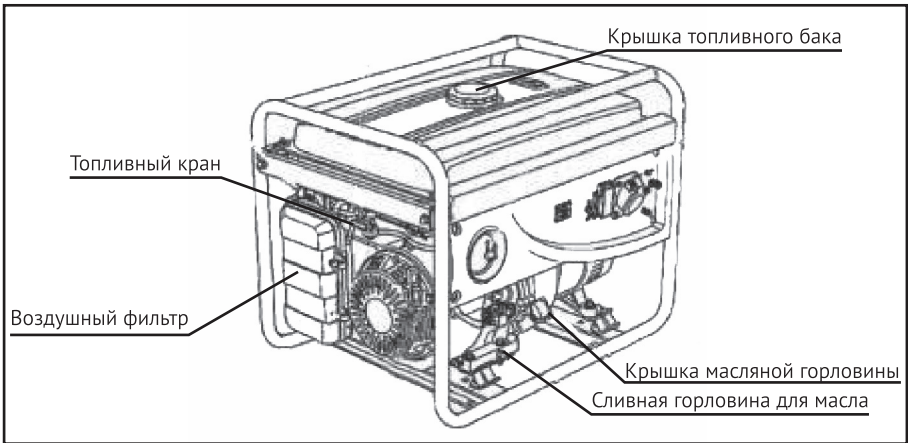

Рис. 4
- Затянуть корпус фильтра (Рис. 4).